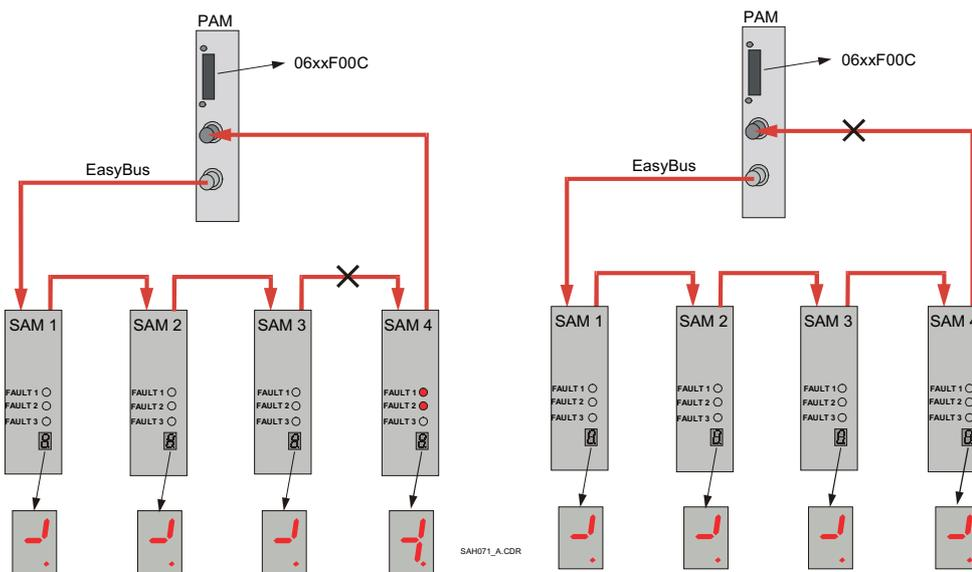

Abbildung 11 Diagnoseanzeigen bei Kommunikationsabbruch in der Startphase - Vorgehensweisen
2. Den auf dem **Alphanumerischen Display** angezeigten Fehlercode beachten. Ist der PAM Fehlercode "06xxF00E", Abbildung 9 beachten. Ist der PAM Fehlercode "06xxF00C" oder "06xxF010", Abbildung 10 and Abbildung 11 beachten.
3. Mit Hilfe der Vorgehensweisen in Abbildung 9, Abbildung 10 und Abbildung 11, die als Modell angesehen werden sollen, feststellen, wo die Datenbeschädigung oder Unterbrechung im aktuellen PAM & SAM System erfolgte. Die Daten können zwar angeben, daß die Datenbeschädigung oder die Unterbrechung auf einem Kabelsegment des EasyBus erfolgte, die Ursache des Problems kann jedoch eine der folgenden sein: